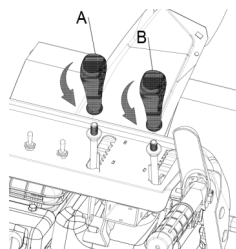

Рис. 7
- Прикрутите ручки управления (A) и (B) к ручкам на панели (Рис. 7).